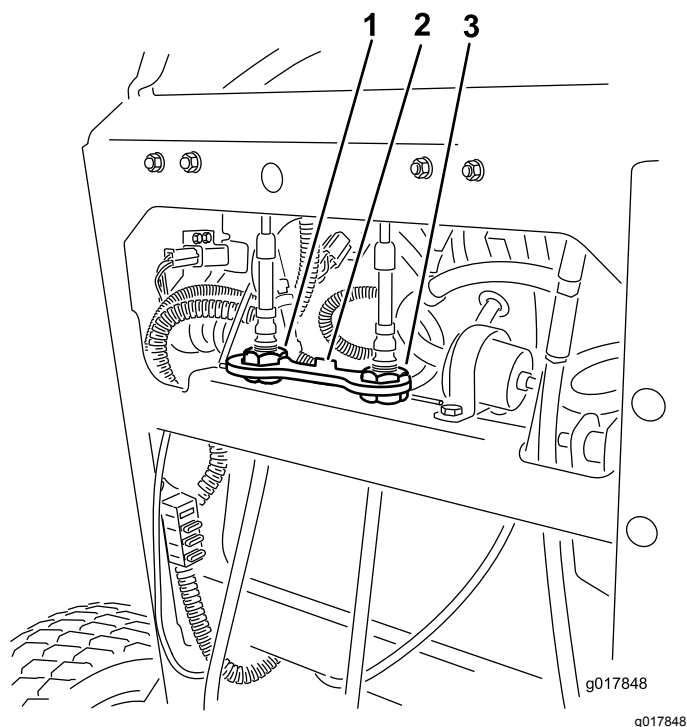

Figure 54
4. Tournez le dispositif de réglage du câble droit pour placer le levier de commande de déplacement droit au centre de la fente de verrouillage au point mort du panneau de commande (Figure 54).